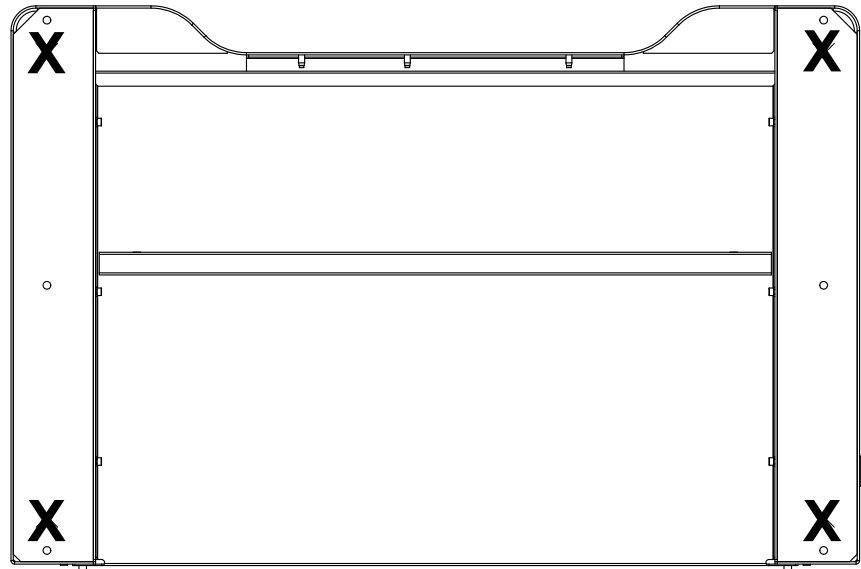

Abbildung 25. Auf der Unterseite des Rahmens ist die Position der Rahmenfüße zu sehen
7. Nehmen Sie die Füße des Rahmens zur Hand, die entfernt wurden, um den Rahmen am Versandgestell zu befestigen. Nehmen Sie die rohrförmigen Halterungen an der Rückseite des Rahmensockels ab und bringen Sie die Rahmenfüße an den angegebenen Stellen an (Abbildung 25 auf Seite 85).